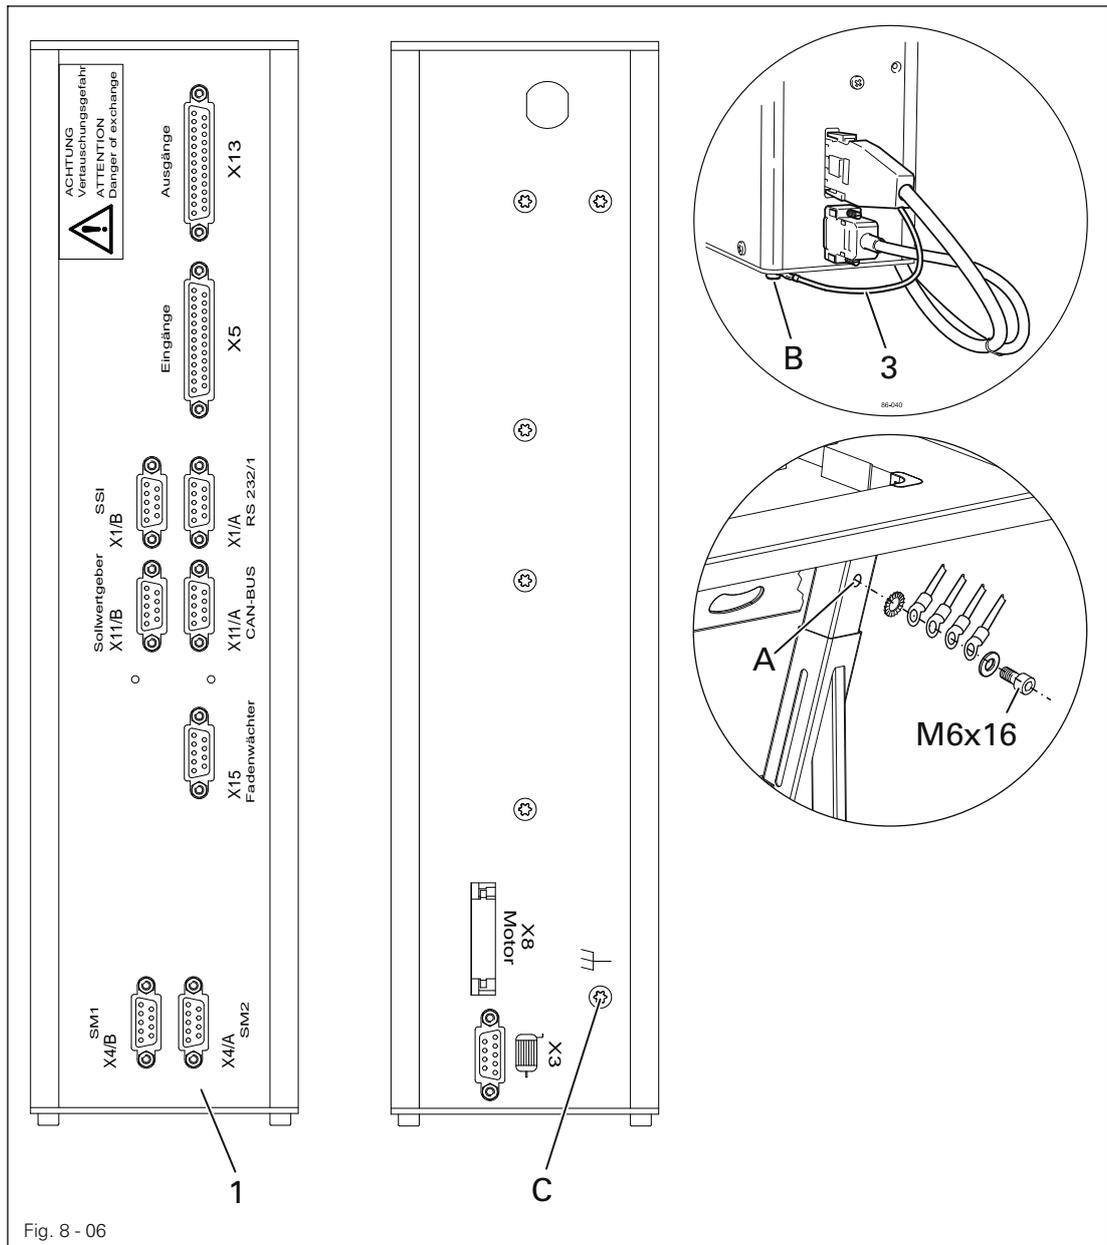

Fig. 8 - 06
- Visser la plaque-support 1, comme le montre la Fig. 8 - 02, au moteur 2 par les vis 3.
- En veillant à ne pas tourner l'arbre moteur 4 (Fig. 8 - 07) ni la machine, posez la courroie dentée 5.